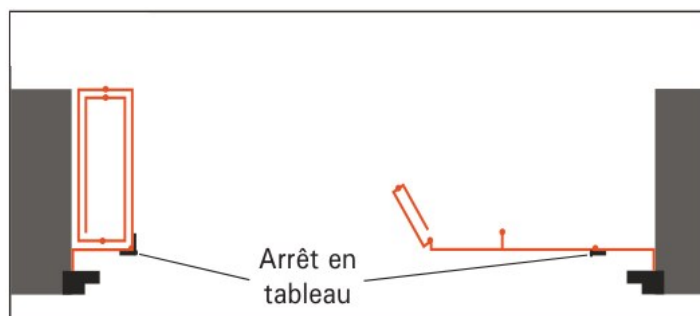

Figure 24 — Vue de dessus : un paquet de vantaux repliés, retenu par son arrêt en tableau, et des vantaux qui se déplient
- Vantaux repliés en paquets : basculez les arrêts en tableau en position ouverte, puis déployez les paquets (figure 24).